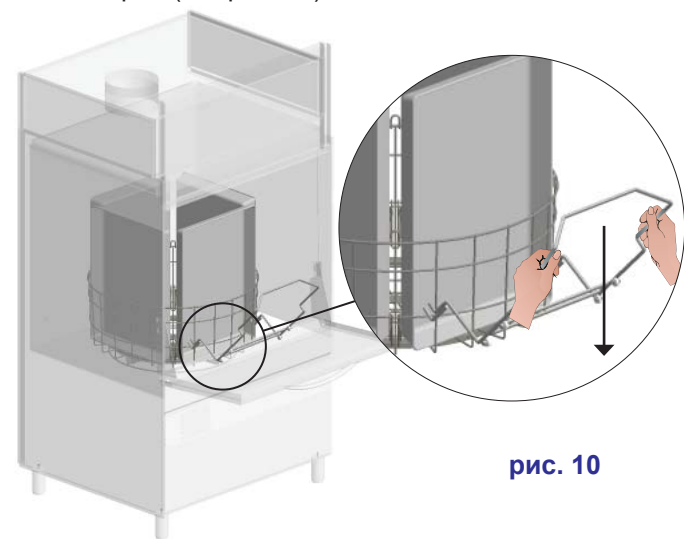

рис. 10
f) Подъемник для тележки. Подцепите тележку с помощью подъемника, как показано на рис. 10.